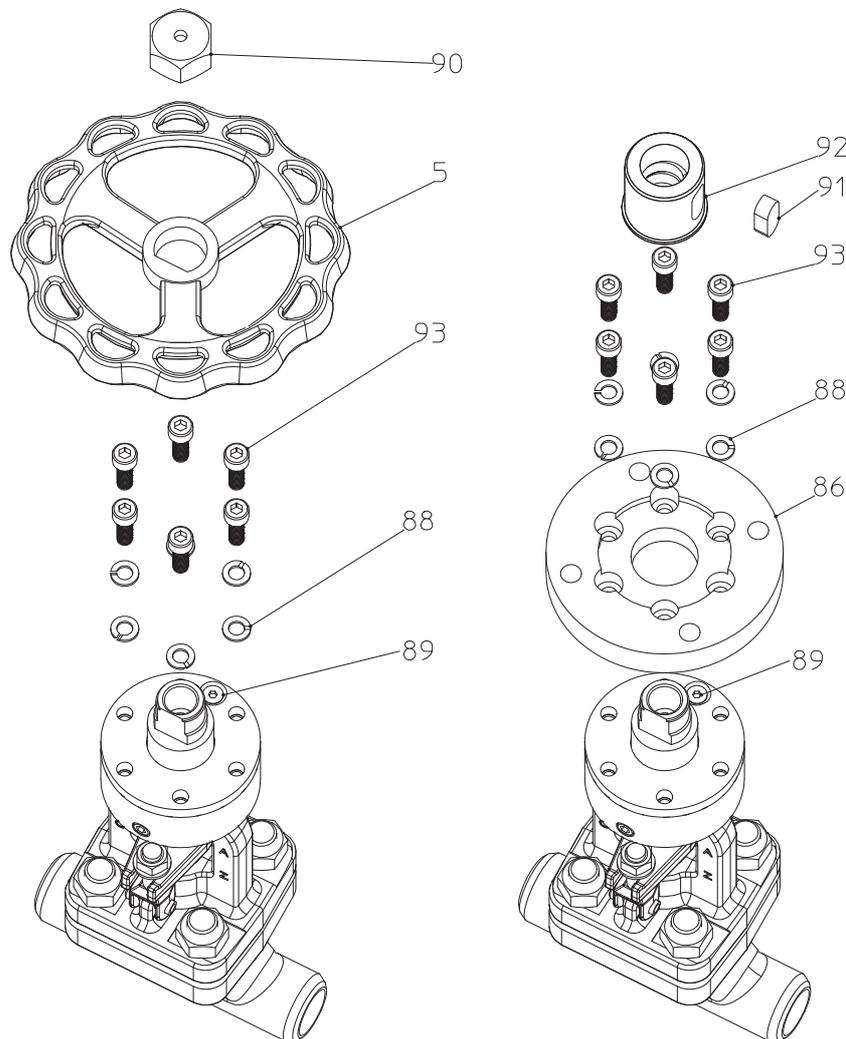

Fig. 11: Montage du volant sur embase F10 selon ISO 5210 Groupe B1 (douille).
- Respecter l'orientation de la bride F10 en vous référant à la vue éclatée (Fig. 11)!
- Positionner la bride F10 (Pos.86) pour la faire coïncider aux perçages (voir Fig. 11).